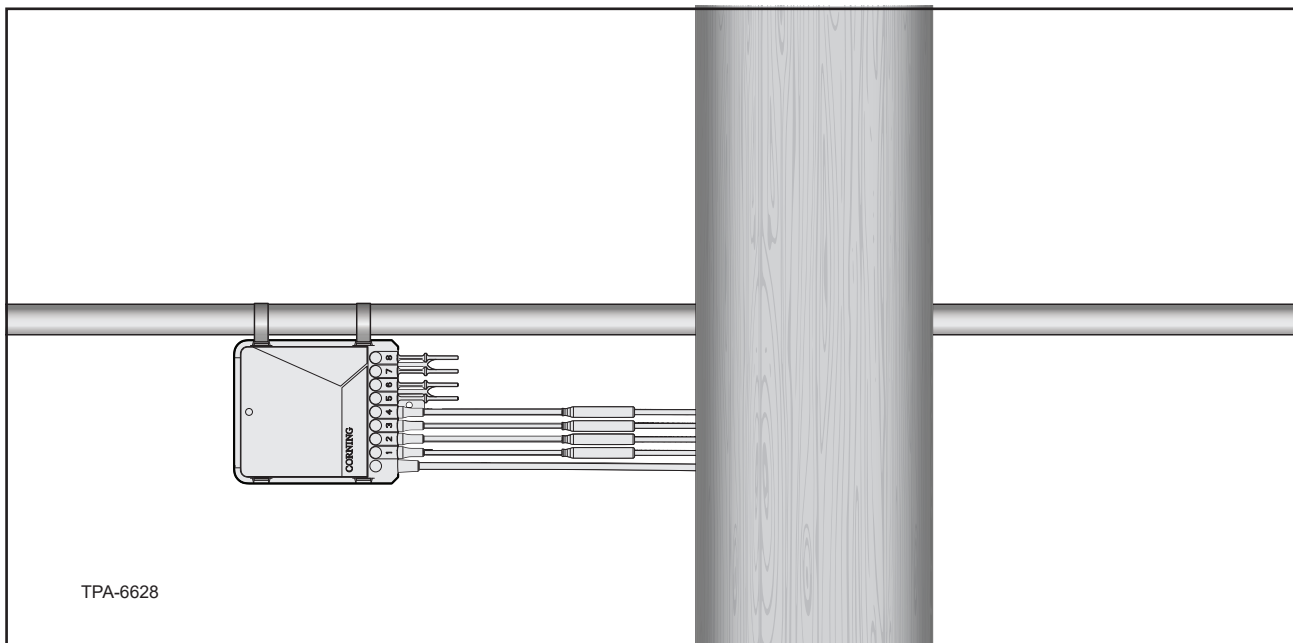

Abbildung 3
Schritt 2: Installieren Sie das Terminal wie nachfolgend beschrieben an der Installationsposition (Abbildung 3).